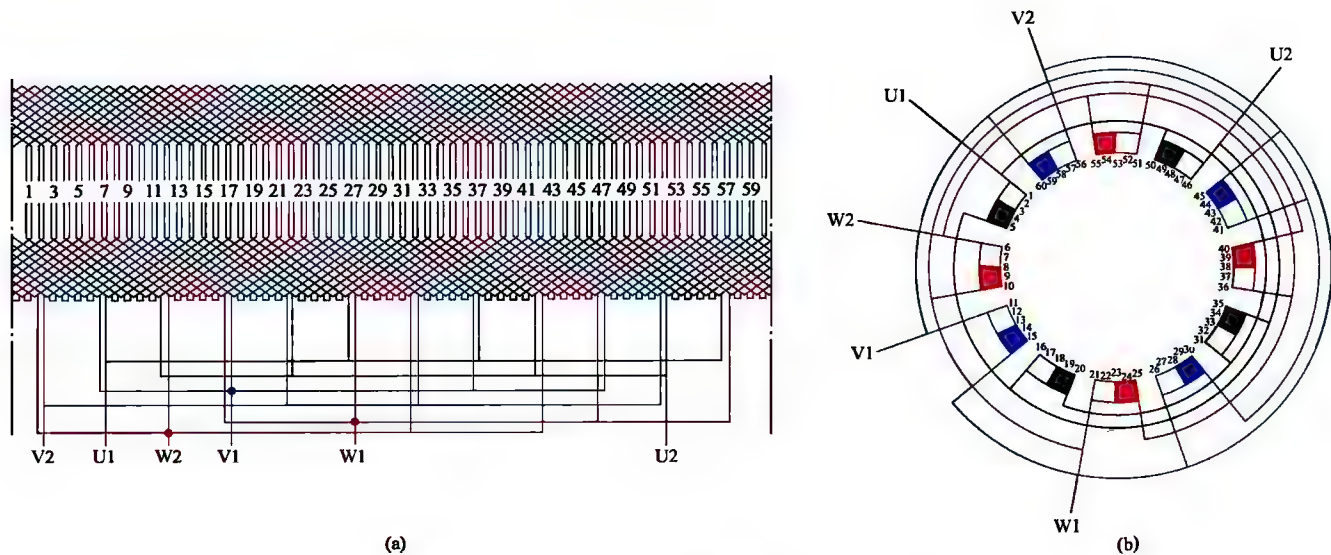

图 1-48 三相 4 极 60 槽双层叠绕组 4 路接法
48. 三相 4 极 60 槽双层叠绕组 4 路接法展开图与接线圆图 (见图 1-48)